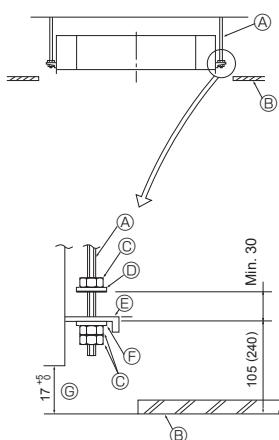

Fig. 3-6
3.6. Procedurer ved opfængning af enheden (Fig. 3-6)